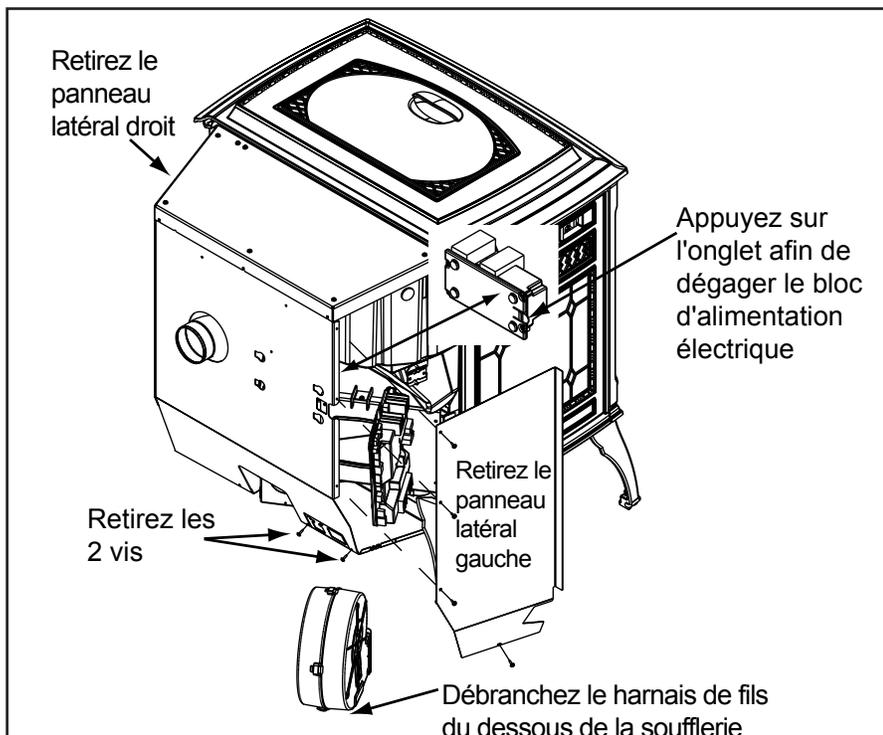

Figure 39.1
2. Retirez les panneaux droit et gauche en retirant les 4 vis à l'aide d'un tournevis à tête Phillips. **Figure 39.1.**
3. Appuyez sur l'onglet sur le côté gauche et dégagez le bloc d'alimentation électrique. Il n'est pas nécessaire de débrancher les fils. **Figure 39.1.**
4. Retirez les 2 vis au fond du panneau arrière afin d'avoir la place nécessaire pour retirer la soufflerie. **Figure 39.1**
7. Déconnectez le harnais de fils depuis le dessous de la soufflerie en appuyant sur les onglets sur les côtés du connecteur et en tirant pour le dégager. **Figure 39.1.**